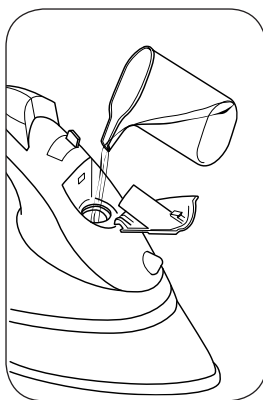

Fig. 3
Aprire lo sportellino (A) tirandolo verso l'alto, e tenendo il ferro orizzontale riempire il serbatoio con acqua di rubinetto fino al livello massimo utilizzando il misurino (K) in dotazione (Fig. 3). Richiudere lo sportellino (A). Se l'acqua del vostro rubinetto è molto calcarea, utilizzare acqua naturale; questo consente una maggiore durata del ferro da stiro. Non utilizzare acqua distillata.